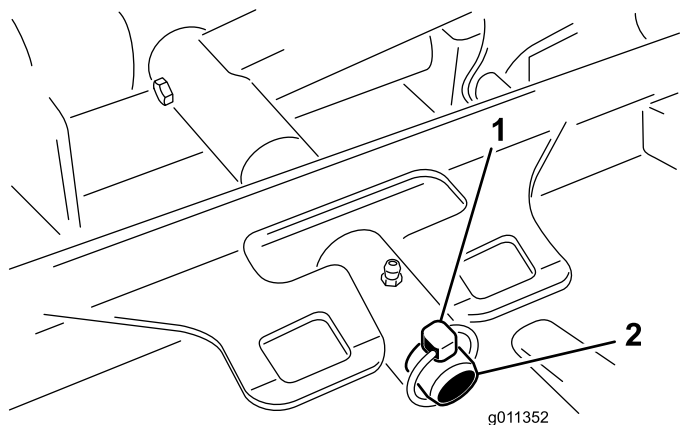

Figure 94
3. Retirez la goupille à anneau (Groundsmaster 4500) ou l'écrou de retenue (Groundsmaster 4700) qui fixe le bâti porteur de l'unité de coupe à l'axe de pivot du bras de levage (Figure 94).
2. Faites glisser le bâti porteur de l'unité de coupe sur l'axe de pivot du bras de levage (Figure 94). Fixez l'unité sur l'axe à l'aide de la goupille à anneau (Groundsmaster 4500) ou de l'écrou de retenue (Groundsmaster 4700).